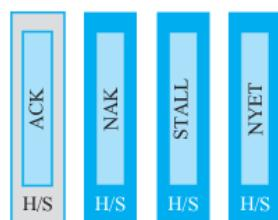

图 15.15 握手数据包的指示
(3) 握手数据包：握手数据包指示数据操作的结束。每个握手数据包都带有一个 8 位数据包 ID，并由传输中的接收方发送，如图 15.15 所示。不同 USB 速度都有不同的握手数据包响应选项。所支持的类型由 USB 速度决定：